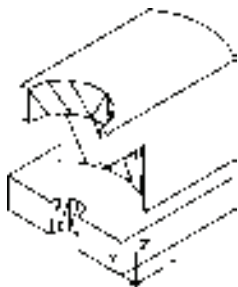

图 11-98 差集后的实体
12) 单击“建模”工具栏中的“差集”按钮, 将实体与三个圆柱进行差集运算。结果如图 11-98 所示。